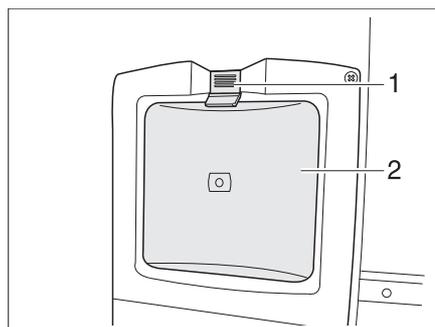

Bild 152 Klappe für Staubbeutel
- Enriegelung (Bild 152,1) nach oben schieben.
- Klappe (Bild 152,2) öffnen.